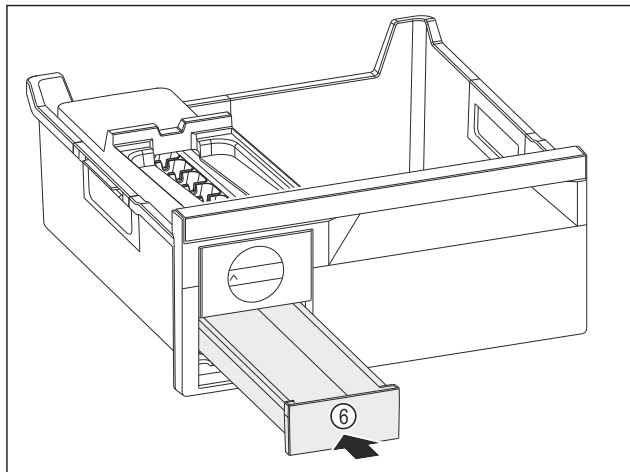

Fig. 115
- ▶ Вдвиньте выдвижной ящик для кубиков льда Fig. 115 (6).